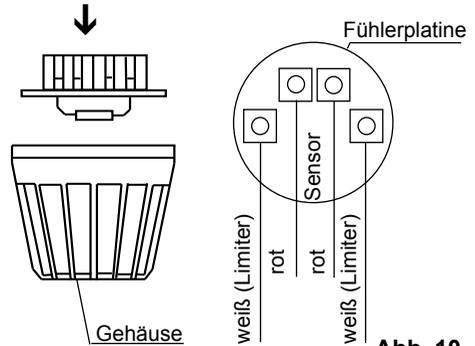

Abb. 10
2. In das obere mittlere Loch (Abb. 10) drehen Sie eine der Holzschrauben. An dieser Schraube wird das Steuergerät eingehängt. Lassen Sie zu diesem Zweck die Schraube ca. 3 mm herausstehen (Abb. 11).
Schrauben Sie das Gehäuseunterteil in den beiden unteren Bohrungen (Abb. 10) fest an die Kabinenwand
4. Die Leitungen für den Begrenzer (weiß) und den Temperaturfühler (rot) gemäß Abb. 10 an der Fühlerplatine anklammern: Die Fühlerplatine anschließend in das Gehäuse einrasten.